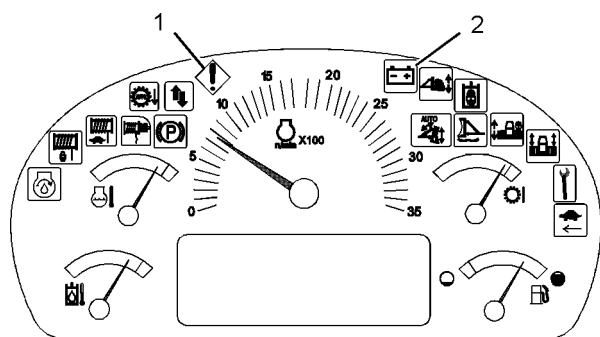

Ilustración 76
**Indicador de alerta del monitor** – La luz de acción se enciende en el módulo de instrumentos delantero. Consulte la ilustración 76. La lámpara de acción que aparece en la pantalla monitora Advisor indica una falla detectada por el sistema monitor.